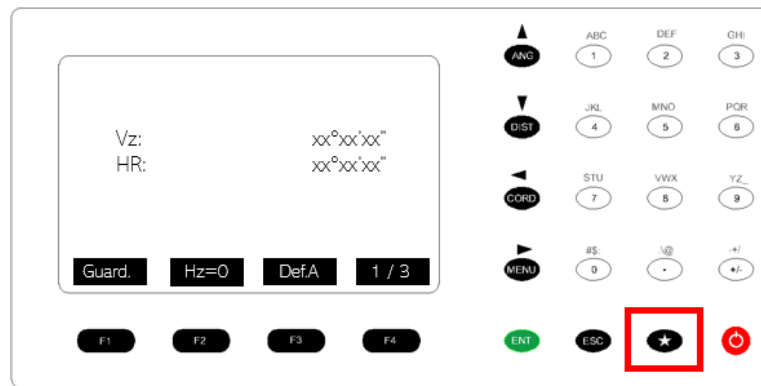
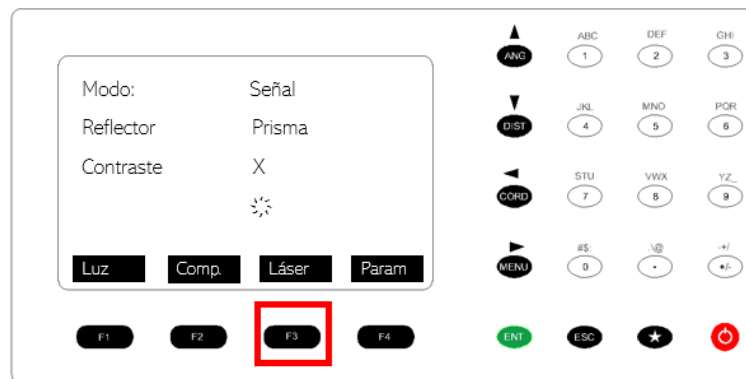

Figura 108. Encendido de la plomada láser.
Figura 109. Encendido de la plomada láser.
9. Prender la estación. Presionar el botón de estrella (figura 108). Y presionar F3 Láser (figura 109).